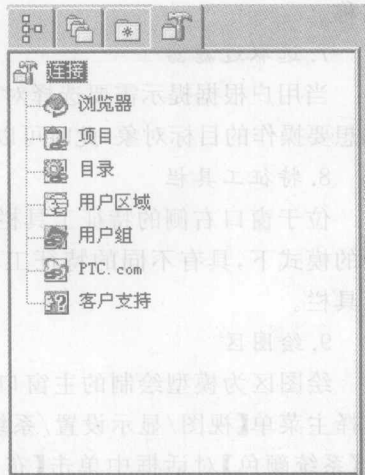

图 1-7 【连接】下拉列表
**【连接】**——用于访问相关网络资源，如连接 PTC 公司网站，方便用户在工作的时候可以通过 Pro/ENGINEER 内建的浏览器上网查询，如图 1-7 所示。